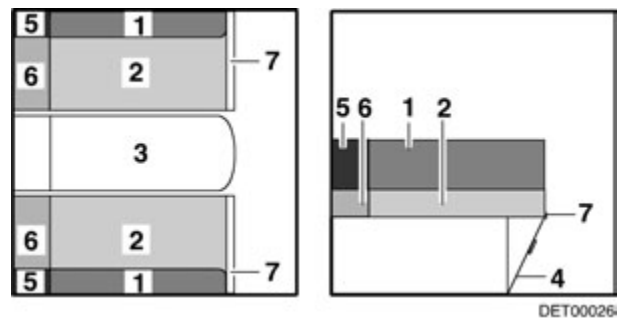

Fig. 72 Después de ampliar
- Abatir la prolongación del banco de asiento (Fig. 72,7) hacia arriba y colocar una cuña con la trampilla (Fig. 72,4).
- Sacar los cojines del respaldo (Fig. 72,1) y los cojines del asiento (Fig. 72,2) sobre la prolongación del banco de asiento.
- Colocar los cojines adicionales (Fig. 72,6) entre los cojines del asiento y la pared exterior.
- Colocar los cojines adicionales (Fig. 72,5) entre los cojines del respaldo y la pared exterior.